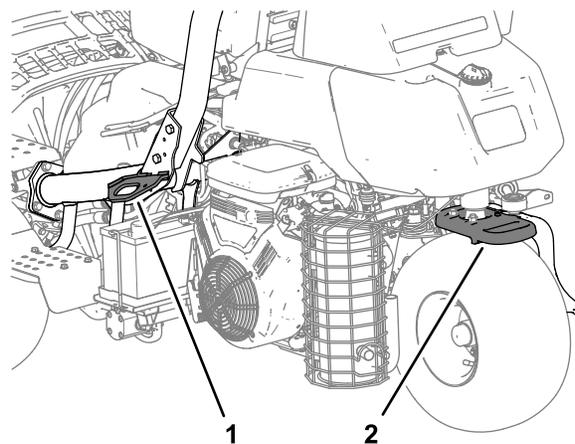

図 23
- 荷台に載せたら、ストラップ、チェーン、ケーブル、ロープなどで機体を確実に固定してください。機体の前後に取り付けた固定ロープは、どちらも、機体を外側に引っ張るように配置してください 図 23。